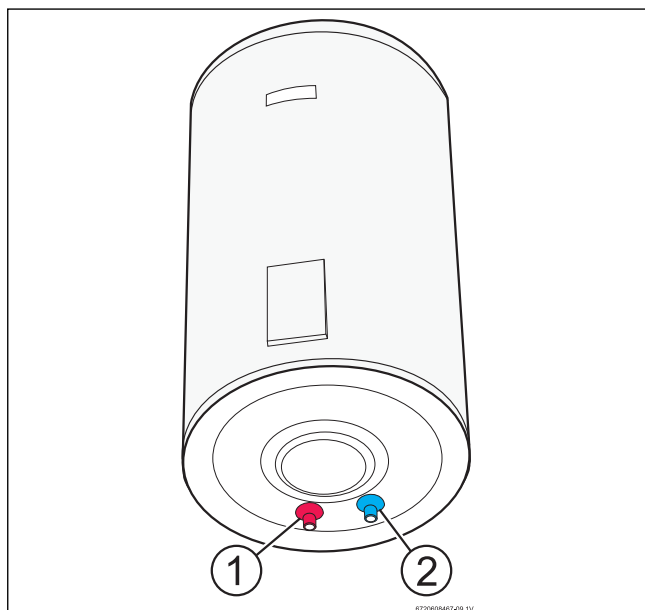

Fig. 9
- ▶ Identificar a tubagem de água fria (cor azul) e de água quente (cor vermelha), de forma a evitar uma possível troca (ver Fig. 9).